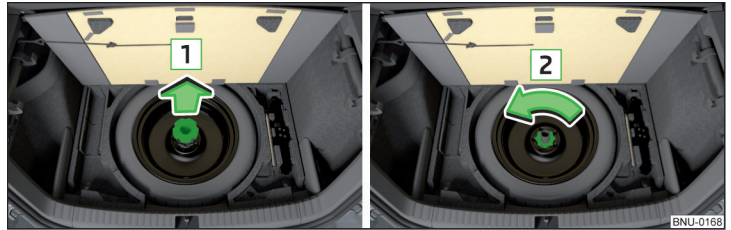

Abb. 318 Rad herausnehmen
Das Rad befindet sich in einer Mulde unter dem Bodenbelag im Gepäckraum und ist mit einer Sicherungsschraube befestigt » Abb. 318.
- › Den Stützfuß für den Gepäckraumboden in Pfeilrichtung **1** abnehmen und die Sicherungsschraube in Pfeilrichtung **2** herausschrauben » Abb. 318.
- › Die Sicherungsschraube entgegen der Pfeilrichtung **2** bis zum Anschlag einschrauben » Abb. 318.